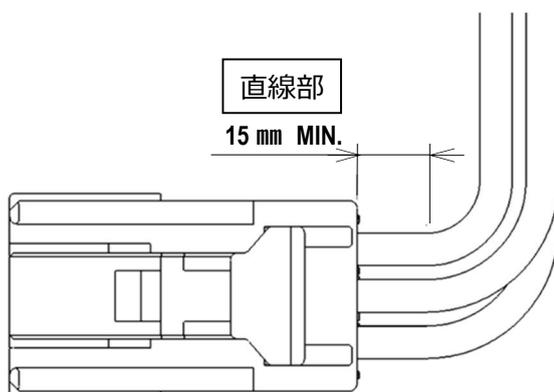

図 54. 電線引き出し方法
- ① 電線を横に引き出す場合は、ハウジングコアホールの中でメス端子が傾いたり、メス端子と側壁に過度な力が掛からない様に、**図 54** に示すように直線部(最低 15mm)を設けて下さい。
- ② 直線部を設け、任意の R で電線を曲げて横方向に引き出してください。